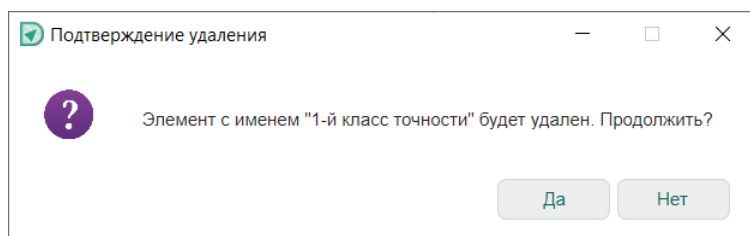

Рис. 126 Подтверждение удаления
3. В окне «Подтверждение удаления» нажмите «Да» для подтверждения удаления шаблона правил или «Нет» для отмены действия, Рис. 126.